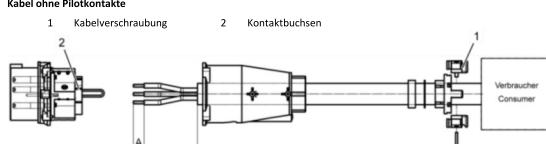
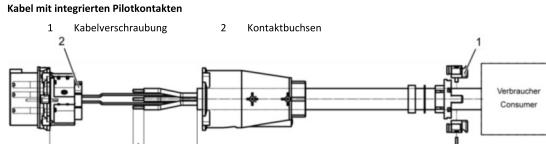
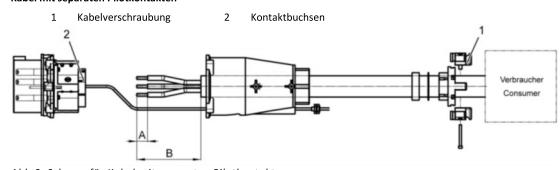

Abb.6: Schema für Kabel ohne Pilotkontakte
Abb.7: Schema für Kabel mit integrierten Pilotkontakte
Abb.8: Schema für Kabel mit separaten Pilotkontakte
- Sind keine Pilotkontakte vorhanden, gemäß Abb.6 vorgehen. Pilotschläufe kontrollieren (Abb.6/2).
- Bei integrierten Pilotkontakte gemäß Abb.7 vorgehen.
- Bei separaten Pilotkontakte gemäß Abb.8 vorgehen.
- Kabelverschraubung (Abb.6/1, Abb.7/1, Abb.8/1) über das Kabel ziehen. Aussere Isolation in der Länge B (Abb.6, Abb.7, Abb.8) abmanteln.
- Einzelzulungen und Pilotkabel jeweils in der Länge A (Abb.6 Abb.7, Abb.8) abmanteln.
3. Länge C (Abb.7) gibt die Länge des integrierten Pilotkontakte an.
- Kontaktbuchse (Abb.6/2, Abb.7/2, Abb.8/2) mit dem Kabel verschrauben.